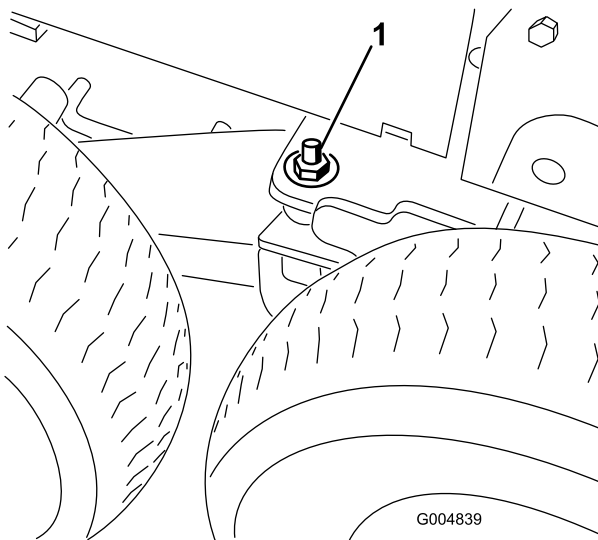

Figura 75
7. Retire la contratuerca de 1/2" y la arandela plana de los soportes de pivote derecho e izquierdo del bogie para desenganchar el pivote (Figura 75).
11. Baje el gato de suelo hasta que el soporte de giro se mueva lo suficiente para poder colocar la arandela plana de 1/2" y la contratuerca en el espárrago, y apriete la tuerca con los dedos solamente en ambos lados de la máquina (Figura 75).